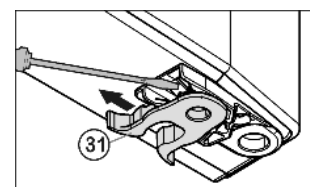

Fig. 6
- Fjederklemme Fig. 6 (31) flyttes: Tappen trykkes ned, fjederklemmen trækkes op over den og fjernes.